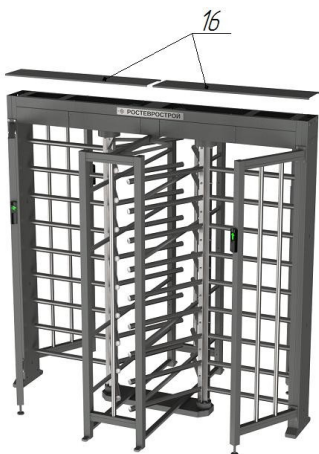

Рис. 7
- установите на место крышки **16** (выполнить после подключения турникета и проведения режима калибровки) и закрепите винтами М4 (рис.7)